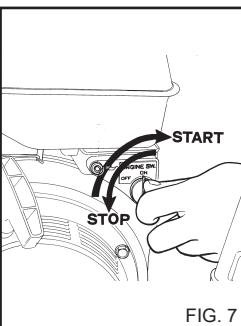

FIG. 7
3) Anbring motorens omkobler i positionen ON (fig. 7).
a) Anbring motorens omkobler i positionen OFF. (fig. 7).